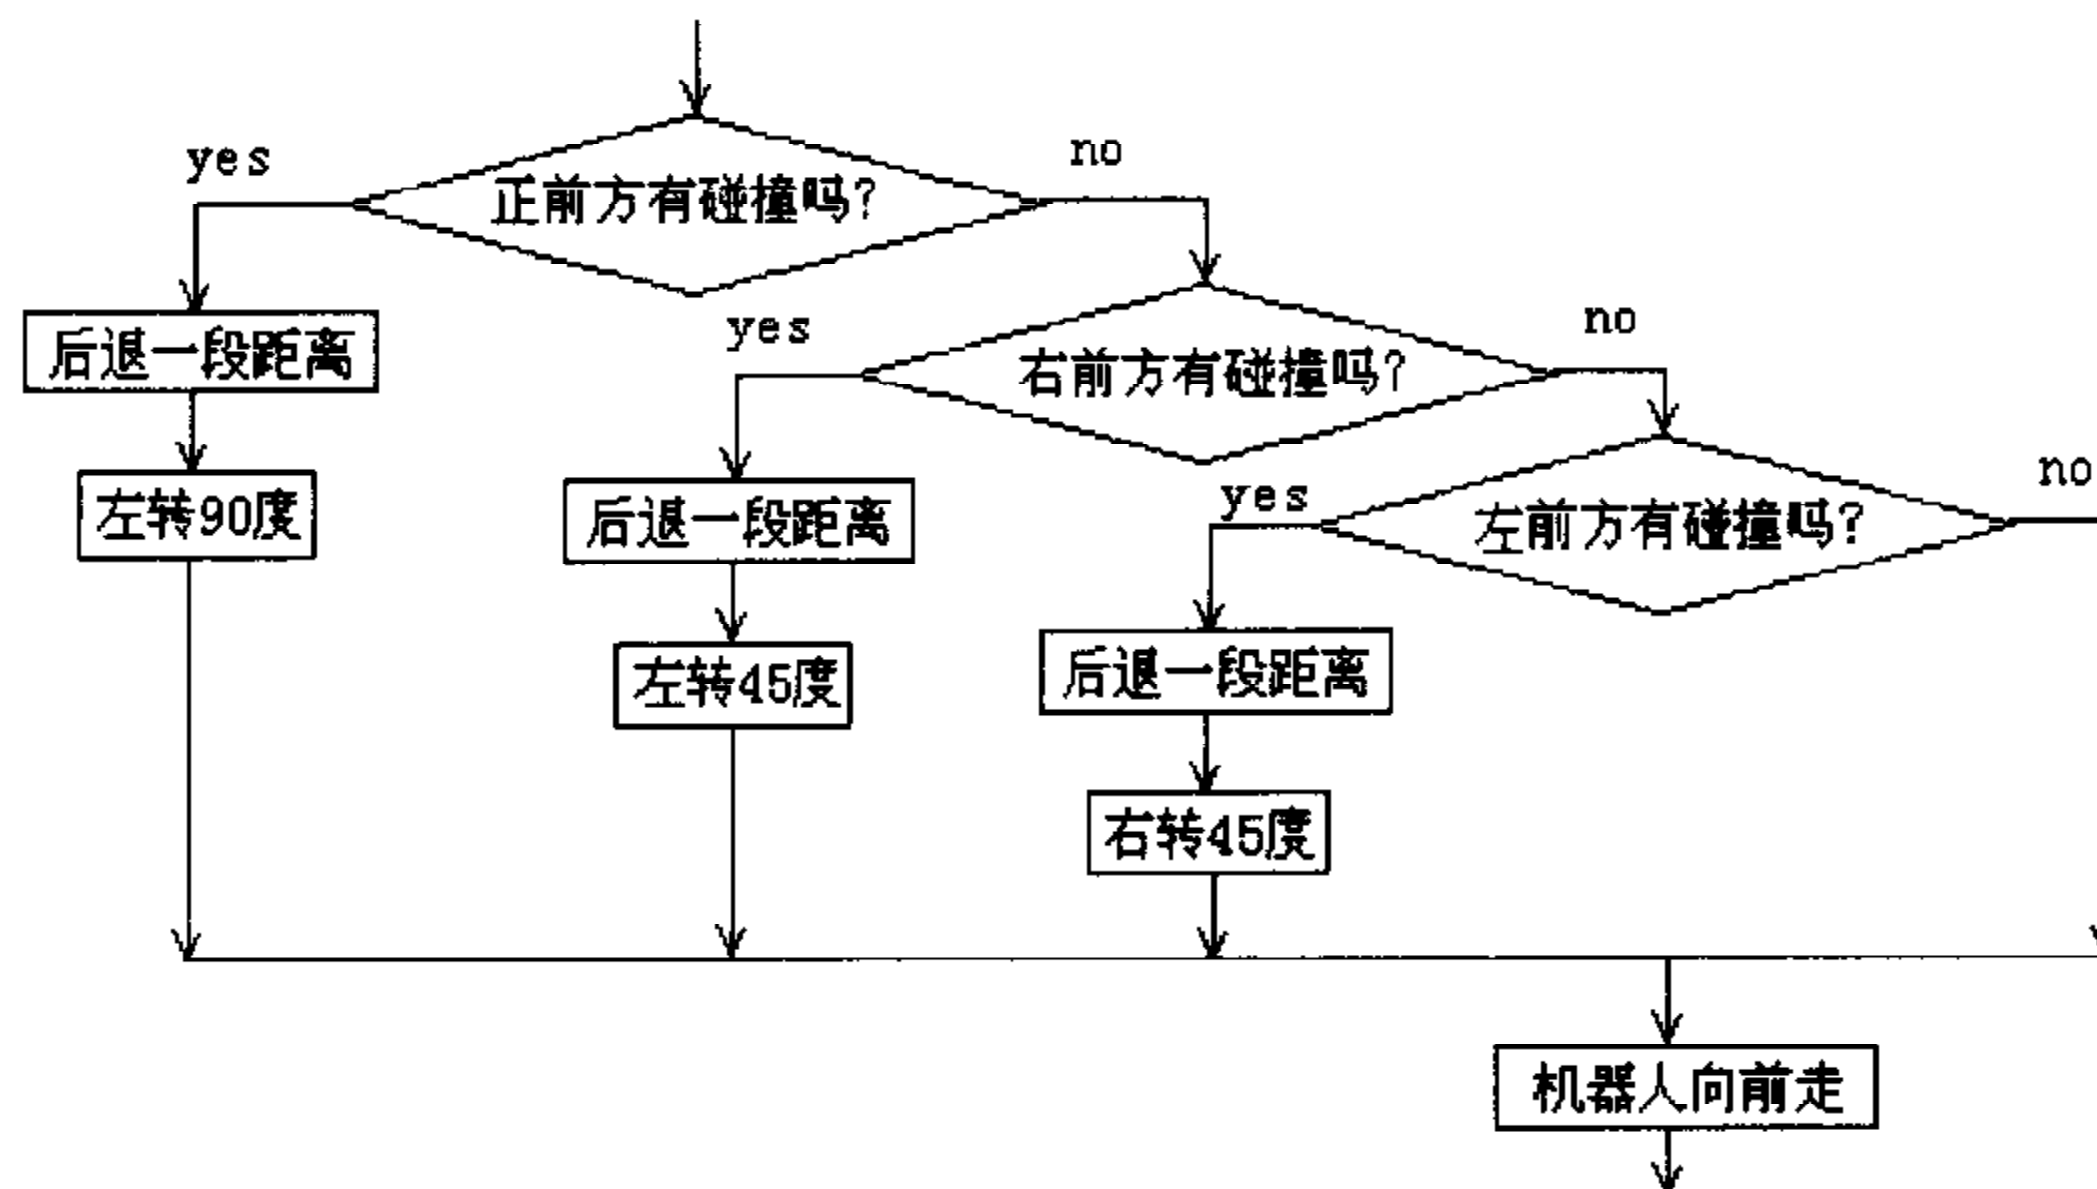

图 3.15 前方避碰程序流程图
(3) 看懂机器人避开来自正前方、左前方和右前方的碰撞程序的部分流程图，如图 3.15 所示。